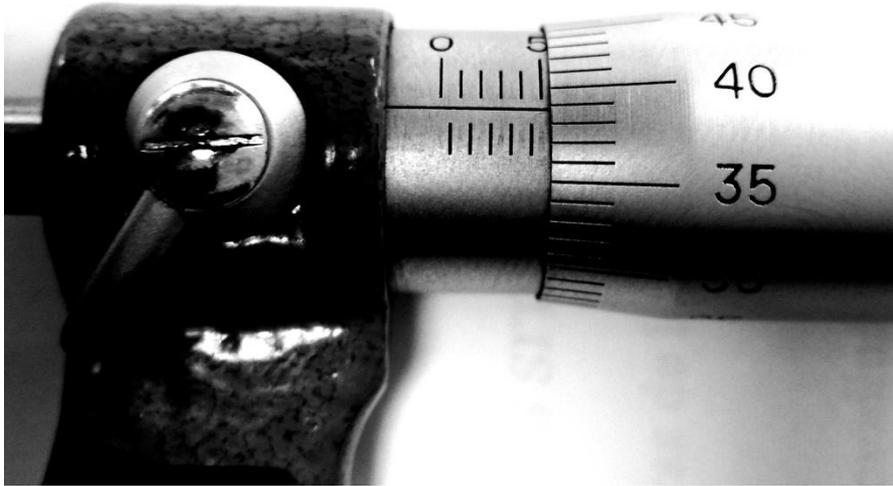

Figura I.4
1. Ubicar la posición de la escala móvil sobre la escala fija, en el caso del ejemplo entre 5.00 y 5.50 mm, figura I.4.
2. Ubique la posición de la línea de la escala móvil que coincide con una línea central de la escala fija, que en el caso del ejemplo obtendríamos una medida de 5.39 mm, figura I.4.